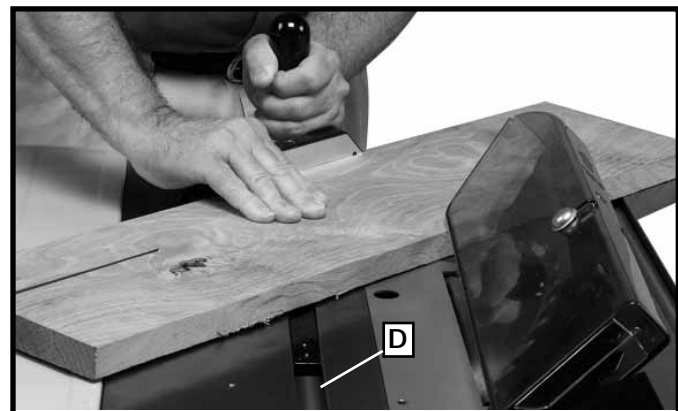

Fig. S7
El corte con ingletes compuestos (ilustrado en la Fig. S7) es una combinación de corte transversal con bisel y corte con inglete, donde la hoja está biselada a un ángulo que no sea 0 grados y el calibrador de inglete está fijado a un ángulo que no sea 0 grados. Use siempre la ranura del calibrador (D) que permite que la hoja se incline alejándose del calibrador y de sus manos.